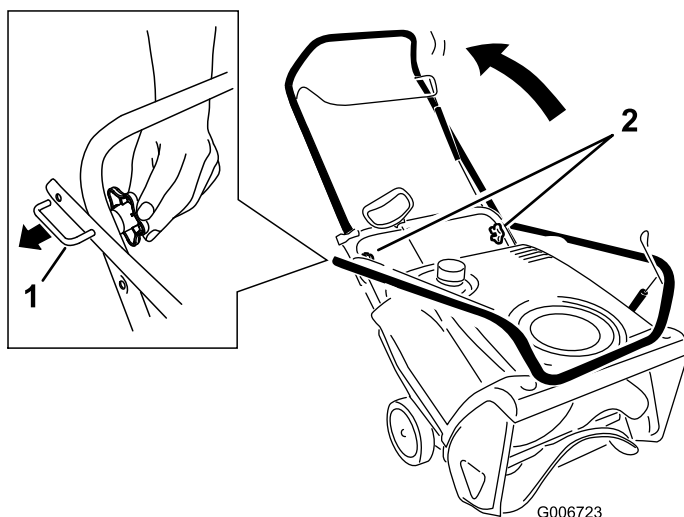

Рисунок 3
1. Ослабьте затяжку головок рукоятки, вытяните фиксаторы “П”-образной рукоятки так, чтобы вы могли свободно двигать рукояткой, и поверните рукоятку в рабочее положение (Рисунок 3).